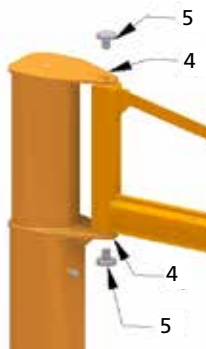

fig.44
3. Introduzca el manguito entre las placas 4 hasta que coincida el eje de rotación del manguito mismo con el de las placas, e introduzca los pernos de rotación 5, después de lubricarlos con grasa (fig. 44).